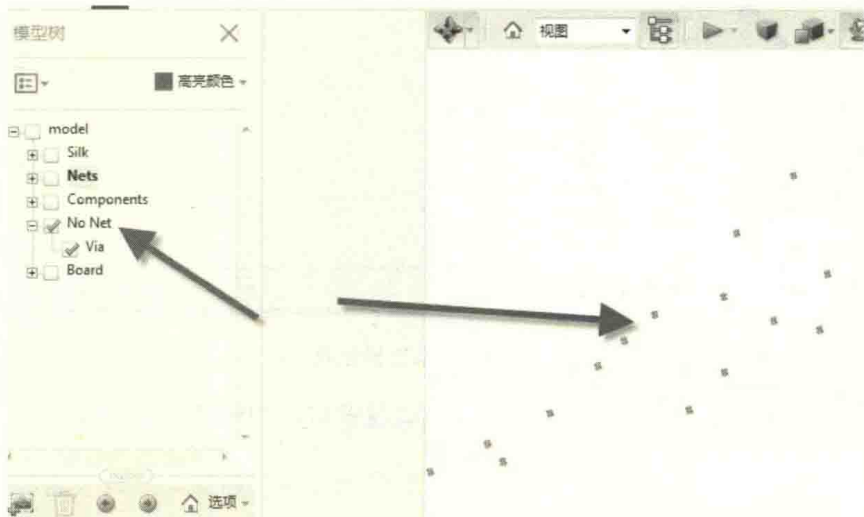

图 11-48 No Net 检查
(5) 3D PDF 还可以协助检查 PCB 的一些常规性能，如 No Net，单击图 11-48 中的“**No Net**”选项，就可以高亮出来，再到 PCB 中更正就好了。